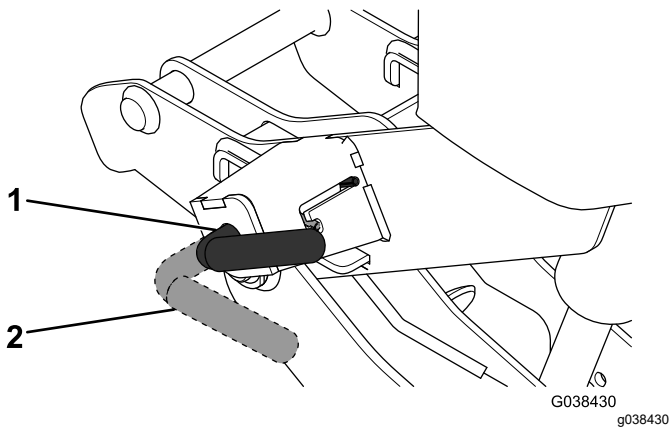

Bild 14
4. Stellen Sie die Hebel an den Kupplungen in die ATTACH-Stellung (**Bild 14**).
8. Stellen Sie sicher, dass beide Kupplungsfederstifte ganz in der Kupplung eingerastet sind (Bild 14).